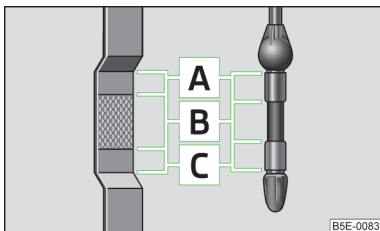

Fig. 168
- Dacă nivelul de ulei este situat deasupra zonei **A** » fig. 168 la pagina 212,  nu continuați deplasarea! Opriti motorul și apelați la asistență din partea unei unități specializate.
Joja indică nivelul uleiului » fig. 168.
Nivelul uleiului nu trebuie să fie în nici un caz, deasupra zonei **A** » fig. 168 - Pericol de deteriorare a instalației de evacuare a gazelor arse!